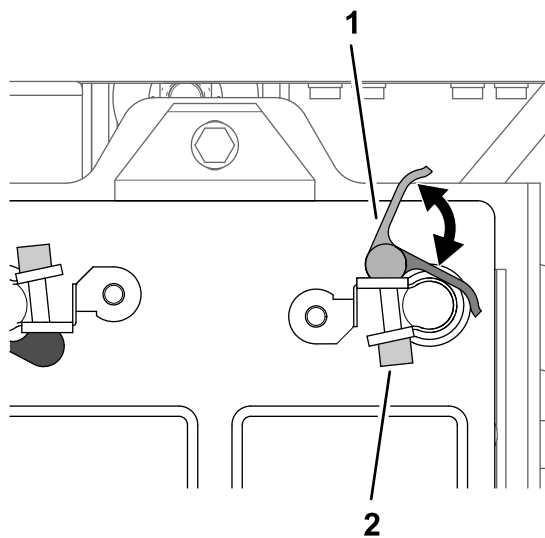

Figura 210
2. Abra la palanca de la abrazadera de desconexión rápida con palanca negra (Figura 210).
4. Cierre la palanca de la abrazadera de desconexión rápida (Figura 210).